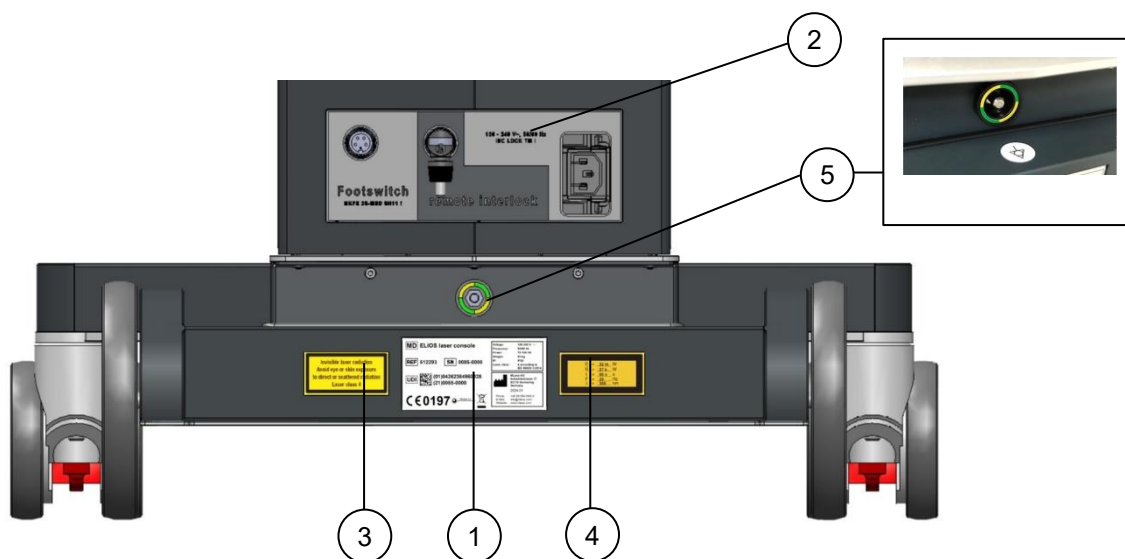

Рис. 2-1: Вид сзади
1.	Идентификационная табличка расположена на задней стороне лазера (см. Рис. 2-1). Используемые символы означают: MD Медицинское изделие REF Номер по каталогу SN Серийный номер UDI Уникальный идентификатор устройства  Переменный ток IP Степень защиты IP  Производитель и дата изготовления (ГГГГ-ММ) CE 0197 Маркировка CE о соответствии с указанием номера нотифицированного органа  см. 6  доступны электронные инструкции по применению
2.	Маркировка соединений. Вход сети («100 – 240 В~, 50/60 Гц IEC LOCK TM !»)  ножной переключатель («Footswitch»)  внешняя блокировка («remote interlock») Маркировка расположена на задней стороне лазера (см. Рис. 2-1).
3.	Лазерная консоль ELIOS генерирует лазерное излучение класса 4. Ни глаза, ни кожа не должны подвергаться воздействию этого невидимого излучения. Маркировка расположена на задней стороне лазера (см. Рис. 2-1).
4.	Информация о выходных характеристиках лазерного излучения указана на изображенной маркировке. Маркировка расположена на задней стороне лазера (см. Рис. 2-1).
5.	Соединитель для выравнивания электрического потенциала. Маркировка расположена на задней стороне лазера (см. Рис. 2-1).